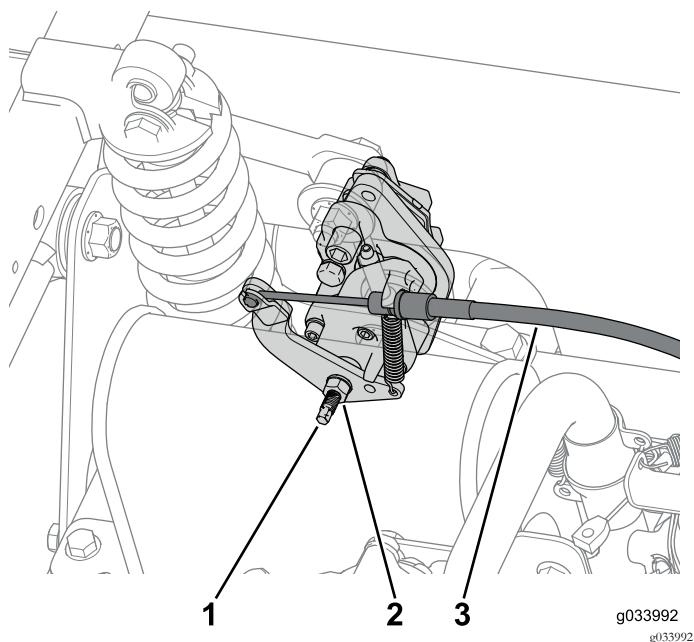

図 8
- 左右の後ブレーキそれぞれのキャリパについているジャムナットをゆるめて、調整ねじを左に2回転させる図8。
- 後ブレーキの左右のキャリパから、駐車ブレーキケーブルを外す図8。